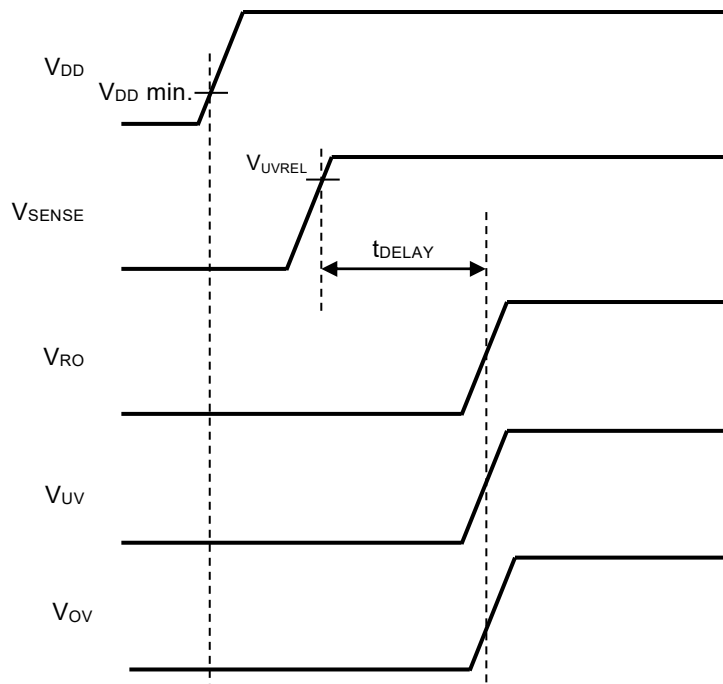

図35
- (1) VDD端子、SENSE端子の順番 (図35参照)
- (2) VDD端子、SENSE端子同時